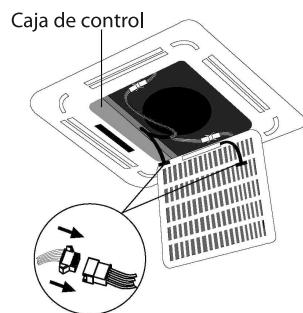

Fig. 5.12
4. Conectar el cable de la pantalla al cable correspondiente en el cuerpo principal. (Fig. 5.12)